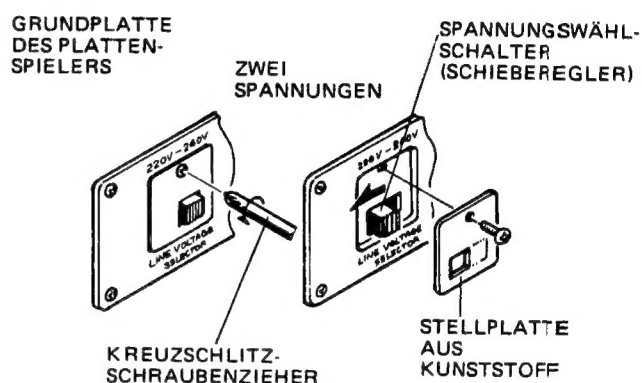

Abb. 6
- 2) Den Spannungswähler auf Ihre Ortsspannung einstellen (Abb. 6).